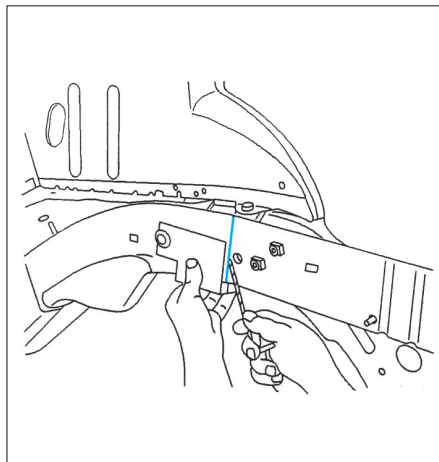

FIG. 27
[1]. Gabarit pour le traçage de la coupe de positionnement du brancard (outils PSA ref : 1111) (Fig.27).
- Tracer puis découper à l'aide d'une meule épaisseur 1 mm (coupe définitive) (Fig.27).